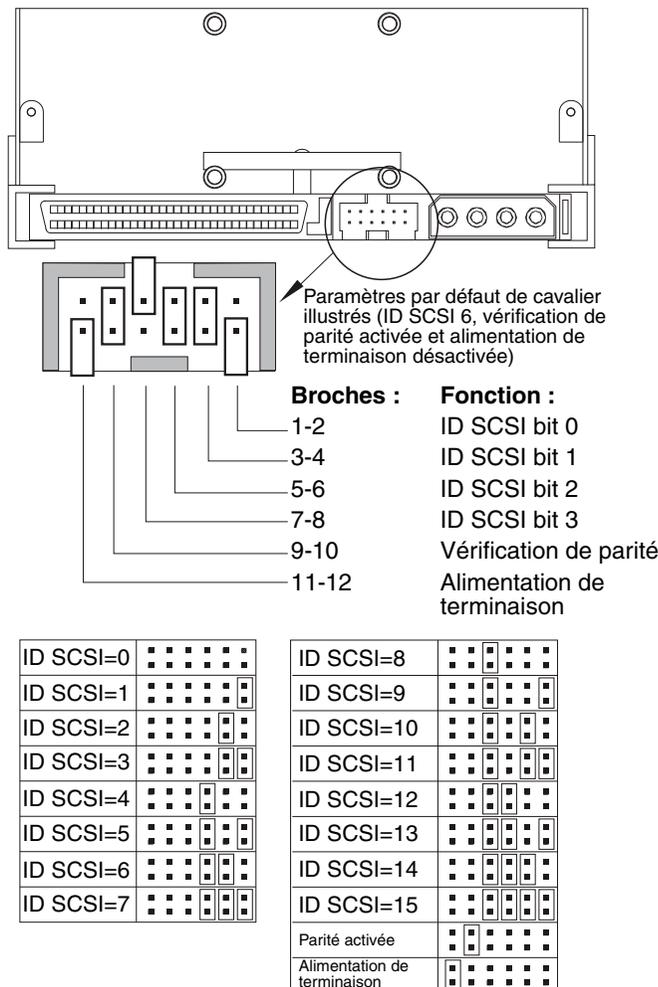

FIGURE 3. Paramètres par défaut du cavalier du lecteur de bande interne
- Les cavaliers se trouvent à l'arrière du lecteur, entre le connecteur d'interface SCSI et le connecteur d'alimentation (consultez la figure 3, page 21)